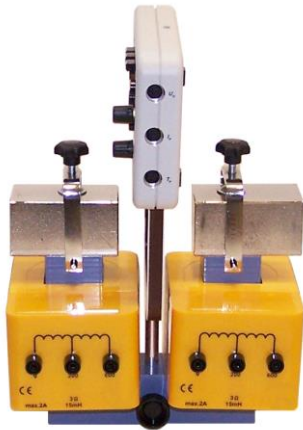

Fig. 6 Aparelho básico inserido sobre o suporte em U
- Encaixar o aparelho básico com a placa condutora sobre o suporte em U. Nisto tomar cuidado do assentamento paralelo da placa condutora para o núcleo em U, dado o caso, girar um pouco o suporte em U (ver Fig. 6).